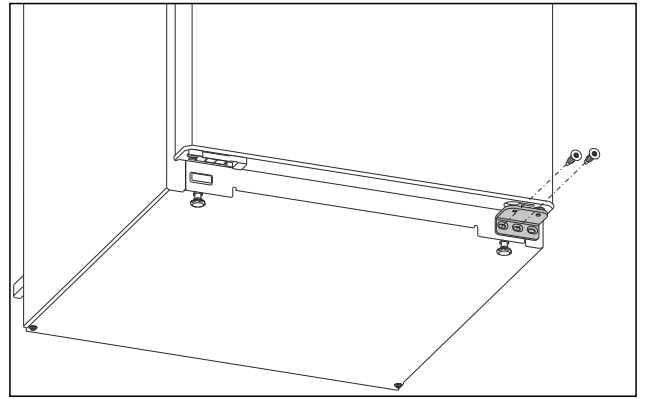

Fig. 6
- ▶ Kierrä alemmassa laakerijalustassa keskimäinen ruuvi ulos Torx 20 -ruuvimeisselillä. Fig. 6 ()
- ▶ Kierrä alemmassa laakerijalustassa sisempi ruuvi ulos Torx 20 -ruuvimeisselillä. Fig. 6 ()